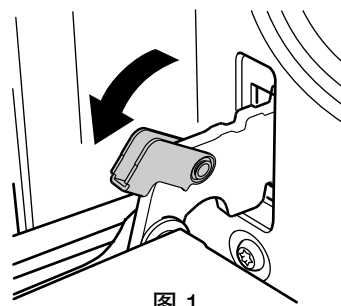

图 1
① 将门打开到最大角度，然后在门铰链处反向拉出锁扣。（图 1）